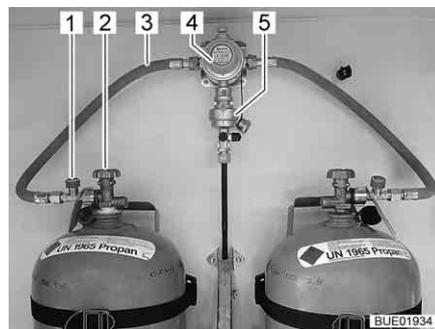
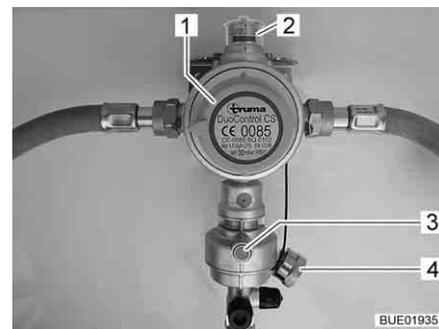

Fig. 35 Bouteilles de gaz avec DuoControl
Fig. 36 Système de réglage DuoControl
Le système de réglage DuoControl se compose d'une valve de commutation (Fig. 35,4) et d'un capteur de crash (Fig. 35,5). Le système de réglage est monté entre les lyres (Fig. 35,3) avec une sécurité de rupture de tuyau (Fig. 35,1). Un bouton rotatif (Fig. 36,1) situé sur la valve de commutation permet de définir laquelle des bouteilles de gaz est celle de service et laquelle est celle de réserve.
L'état de l'alimentation en gaz est affiché sur le regard (Fig. 36,2) :
Le fonctionnement avec une seule bouteille de gaz est autorisé, la prise à découvert doit cependant être obturée avec le couvercle borgne (Fig. 36,4) dans ce cas-là.
- Capteur de crash** Le capteur de crash coupe l'arrivée du gaz en cas de secousses importantes (par exemple accident). Le capteur de crash s'active en appuyant sur le bouton Reset vert (Fig. 36,3).
- Sécurité de rupture de tuyau** La sécurité de rupture de tuyau (Fig. 35,1) coupe l'arrivée de gaz quand le tuyau raccordé se rompt. La sécurité de rupture de tuyau s'active en appuyant sur la touche verte.
Unité de commande L'arrivée du gaz s'ouvre et se ferme sur l'unité de commande (Fig. 37) au moyen du système de réglage DuoControl. Les robinets principaux (Fig. 35,2) des bouteilles de gaz et les robinets d'arrêt de gaz des appareils doivent être ouverts manuellement.
- Choisir la bouteille de gaz avec le bouton rotatif (Fig. 36,1) de la valve de commutation à partir de laquelle le gaz sera utilisé principalement (bouteille de service). Toujours tourner le bouton rotatif à fond.
- Ouvrir les robinets principaux (Fig. 35,2) des bouteilles de gaz.
- Appuyer sur la touche verte de la sécurité de rupture de tuyau (Fig. 35,1). Le repère vert est affiché sur le regard (Fig. 36,2).
- Fermer les robinets principaux (Fig. 35,2) des bouteilles de gaz.
Le voyant de contrôle vert (Fig. 37,6) s'éteint durant le fonctionnement et le voyant de contrôle rouge (Fig. 37,5) s'allume quand la bouteille de service est vide et doit être remplacée. Le repère rouge est indiqué sur le regard (Fig. 36,2). La bouteille de réserve alimente les appareils à gaz.
- Tourner le bouton rotatif (Fig. 36,1) d'un demi-tour en direction de la bouteille de gaz actuellement utilisée. Cette bouteille de gaz devient alors la bouteille de service, la bouteille vide devient celle de réserve. Le repère dans le regard (Fig. 36,2) passe du rouge au vert.
- Fermer le robinet principal (Fig. 35,2) de la bouteille de gaz vide. Observer le sens de la flèche.
- Appuyer sur la touche verte de la sécurité de rupture de tuyau (Fig. 35,1).